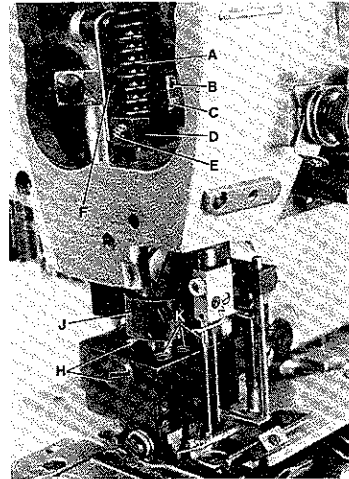

Fig. 46
For easy adjustment remove presser spring regulator on top of machine arm and presser spring (A, Fig. 46).
Adjust long stop screw (B) in presser bar guide (D) against bed casting to ensure a clearance of 0,5 mm (.020 in.) (see Fig. 46 A) between slot end of link (F, Figs. 46 and 46 A) in presser bar guide (D, Figs. 46 and 46 A). Tighten lock nut (C, Fig. 46) on stop screw.
Mount the presser foot, align it with the needles and tighten screws (H, Figs. 46 and 46 B). Rotate pulley until the feed dogs are in down position below the throat plate. Loosen screw (E, Fig. 46) in presser bar guide (D) and press the presser foot down against throat plate until the presser foot bottoms and the yielding section are pressed up by 0,8 to 1 mm (.032 to .040 in.) (see Fig. 46 B). Retighten screw (E) being sure stop screw (B) in presser bar guide rests on the bed casting. Remount presser spring (A) and presser spring regulator.
Set the collar (J, Fig. 46) respectively the lamp bracket on Styles 34800 TDA, for the presser foot height as required, the presser foot bottom should not contact the spreader when the presser foot is lifted.
The pressure exerted by the presser spring (A, Fig. 46) on the presser bar guide (D) should be higher than the pressure exerted by the three springs for presser foot bottoms and the yielding section. The presser bar should not move vertically when sewing. Screw-in presser spring regulator on top of machine arm as required.
The spring pressure exerted on the presser foot bottom and the left and right yielding section can be adjusted individually by turning screws (K, Figs. 46 and 47). Turning clockwise reduces the pressure, turning counterclockwise increases the pressure.
Entfernen Sie zur besseren Einstellung die Drückerfuß-Stellschraube oben am Maschinenarm und die Drückerfeder (A, Fig. 46).
Stellen Sie die lange Anschlagschraube (B) in der Drückerfußstangenführung (D) so gegen den Gehäusefuß, daß zwischen dem Schlitzende des Gelenks (F, Fig. 46 und 46 A) und der Zapfschraube (G, Fig. 46 A) in der Drückerfußstangenführung (D, Fig. 46 und 46 A) ein Abstand von 0,5 mm ist (siehe Fig. 46 A). Ziehen Sie die Feststellmutter (C, Fig. 46) auf der Anschlagschraube an.
Setzen Sie den Drückerfuß ein, richten Sie ihn zu den Nadeln aus und ziehen Sie die Schrauben (H, Fig. 46 und 46 B) an. Drehen Sie am Handrad bis die Transporteure unter der Stichplatte stehen. Lösen Sie die Schraube (E, Fig. 46) in der Drückerfußstangenführung (D) und drücken Sie den Drückerfuß nach unten gegen die Stichplatte, so daß die Drückerfußsohlen und das Seitenteil 0,8 bis 1 mm nach oben gedrückt werden (siehe Fig. 46 B). Ziehen Sie die Schraube (E) wieder an, beachten Sie dabei, daß die Anschlagschraube (B) in der Drückerfußstangenführung am Gehäusefuß anliegt. Montieren Sie Drückerfeder (A) und Drückerfuß-Regulierschraube wieder.
Stellen Sie den Stelling (J, Fig. 46) bzw. den Lampenhalter bei den Maschinen 34800 TDA, für die Drückerfußhöhe so, daß die Drückerfußsohle den Leger nicht berührt, wenn der Drückerfuß angehoben wird.
Der Druck der von der Drückerfeder (A, Fig. 46) auf die Drückerfußstangenführung (D) ausgeübt wird, muß stärker sein als der Druck der drei Federn der Drückerfußsohlen und des Seitenteils, so daß beim Nähen die Drückerfußstange sich vertikal nicht bewegt. Drehen Sie die Drückerfuß-Regulierschraube oben am Gehäusearm entsprechend weit ein.
Der Federdruck auf die Drückerfußsohlen und das Drückerfuß-Seitenteil kann durch Drehen der Schrauben (K, Fig. 46 und 47) individuell eingestellt werden. Drehen im Uhrzeigersinn vermindert den Druck, drehen im Gegenuhrzeigersinn verstärkt den Druck.